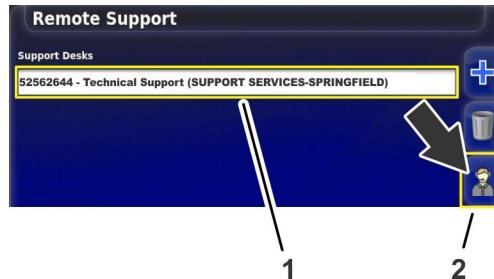

Figura 214
1. Premete l'icôna ASSISTENZA per il servizio clienti, memorizzato nell'elenco Assistenza (Figura 214).
2. Premete l'icôna RICHIEDI ASSISTENZA (Figura 214).